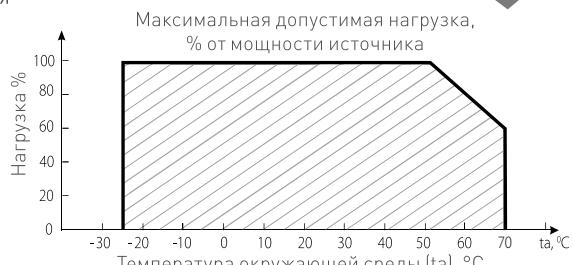

Рис. 2
- ↗ Температура окружающего воздуха от -25 до +50 °C (см. Рис. 2, график зависимости максимально допустимой нагрузки от температуры окружающей среды);
- 4.4. Не нагружайте источник питания более 80% от его максимальной мощности. Учитывайте, что с повышением температуры окружающей среды, максимальная мощность источника питания снижается, см. график зависимости максимально допустимой нагрузки от температуры окружающей среды на Рис. 2.